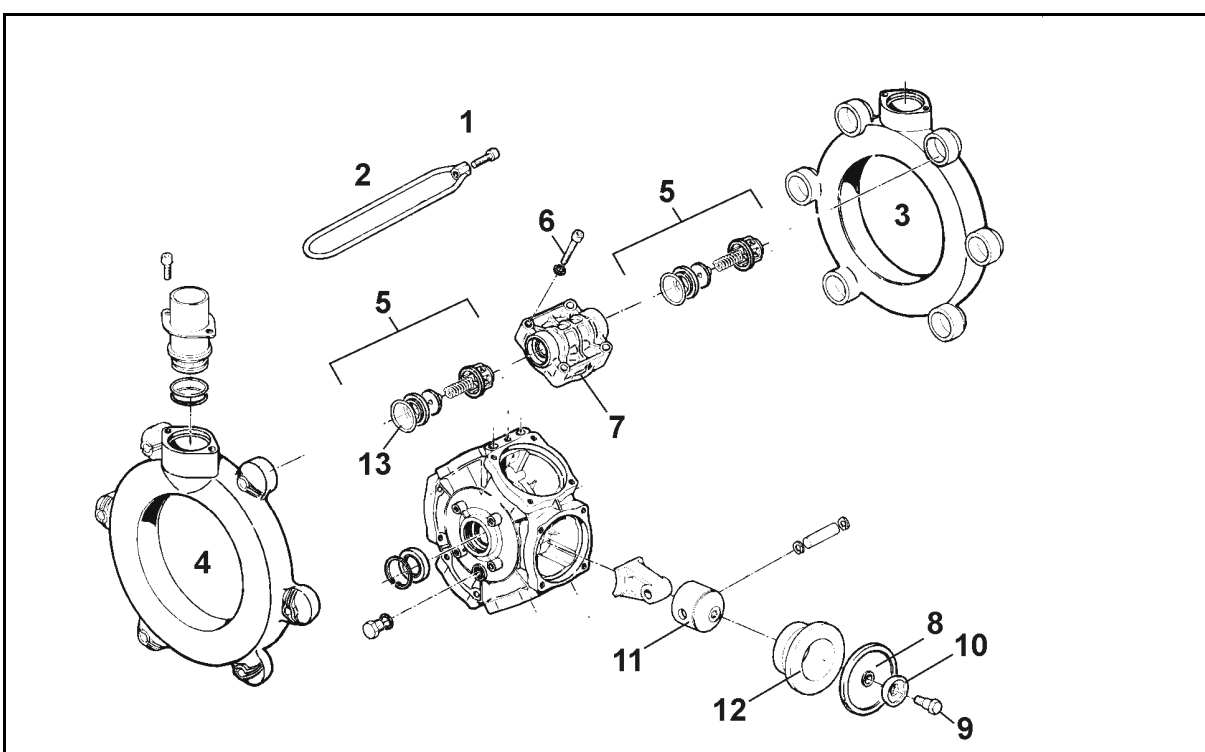

Bild 159
- Kontrollera kolvmembranet (Bild 159/8) beträffande korrekt skick genom demontering minst en gång om året.
- Beakta respektive monteringsläge för ventilerna på sug- och trycksidan, före borttagning av ventilgrupperna (Bild 159/5).
- Byt i princip alla kolvmembran (Bild 159/8), även om bara ett kolvmembran har svällt, är brutet eller poröst.
2. Lossa skruvarna (Bild 159/1) och ta bort spännbygeln (Bild 159/2).
3. Ta bort sug- och tryckkanalerna (Bild 159/3, Bild 159/4) tillsammans med ventilgrupperna (Bild 159/5).
4. När du tagit loss skruvarna (Bild 159/6), demontera cylinderhuvudet (Bild 159/7).
5. Kontrollera kolvmembranet (Bild 159/8).
- Fäst kolvmembranet (Bild 159/8) med låsbricka och skruv (Bild 159/11) i kolven (Bild 159/9), så att kanten pekar mot cylinderlocksidan (Bild 159/7).
- Dra ovillkorligen åt muttrarna (Bild 159/1,2) korsvis med angivna åtdragningsmoment. Felaktig åtdragning av skruvarna leder till spänning och därmed till läckage.
1. Lossa skruven (Bild 159/11) och ta bort kolvmembranet (Bild 159/8) tillsammans med låsplattan från kolven (Bild 159/9).
3. Ta ut cylindern (Bild 159/10) ur pumphuset.
6. Sätt dit cylindern (Bild 159/10) igen i pumphuset.
7. Montera kolvmembranet (Bild 159/8).
8. Fäst cylinderlocket (Bild 159/7) på pumphuset och dra åt skruvarna (Bild 159/6) jämnt korsvis.
9. Montera ventilgrupperna (Bild 159/5) efter kontroll och rengöring.
11. Fäst sug- (Bild 159/3) och tryckkanalen (Bild 159/4) på pumphuset.
12. Dra åt muttrarna (Bild 159/1,2) korsvis med ett åtdragningsmoment på **11 Nm**.